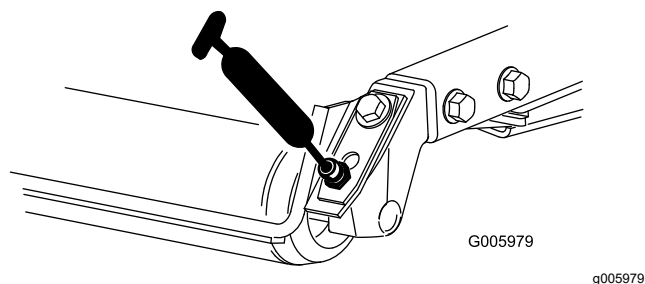

Figure 55
- Roulements de rouleau arrière (2 par unité de coupe), comme montré à la Figure 55.